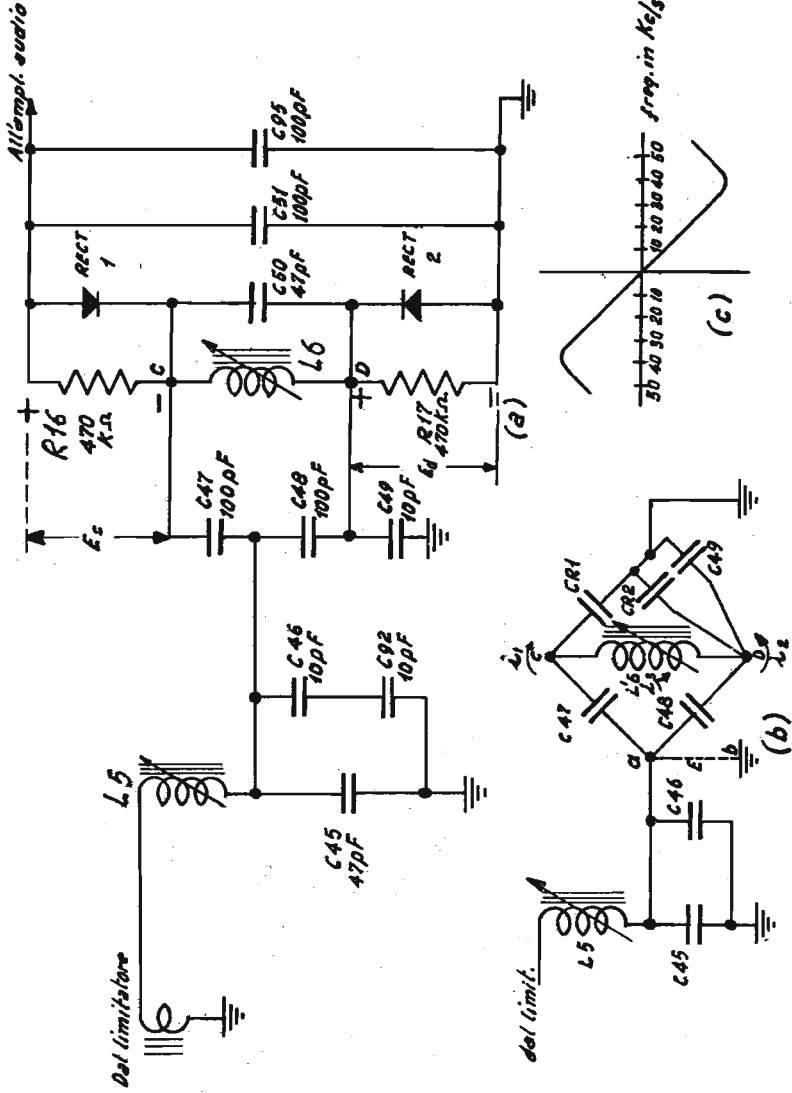

Fig. 4 - Discriminatore
f) Discriminatore (fig.4)
Dato che la combinazione della L6 e del C50 (fig.4(a) risuona al disopra di 4,3 MHz, viene rappresentata nella fig. 4 (b) da un'induttanza di valore equivalente ed indicata come L6. I C51 e C55 sono stati omessi nella fig.4(b) in quanto sono state considerate solo le correnti a RF e la reattanza di tali condensatori in parallelo è trascurabile alla frequenza di 4,3MHz. Dato che il C47 è uguale al C48 e CR1 è uguale a CR2, è facile capire che se non fosse esistito il C49, il ponte sarebbe stato bilanciato. In condizioni di bilanciamento, le correnti i_1 e i_2 sarebbero state uguali e uguali sarebbero state le tensioni ai capi del C47 e del C48; perciò i punti C e D avrebbero avuto il medesimo potenziale per qualsiasi frequenza del segnale di eccitazione; in altre parole: $E_c = E_d$. Tuttavia, dato che la combinazione CR2 e C49 ha una reattanza inferiore a CR1, nel circuito a ponte si ha uno sbilanciamento con conseguente aumento della i_2 rispetto alla i_1 . La i_2 causerà una caduta di tensione ai capi del C48, più alta di quella prodotta da C47 ed al punto c si avrà un potenziale maggiore di quello del punto d.